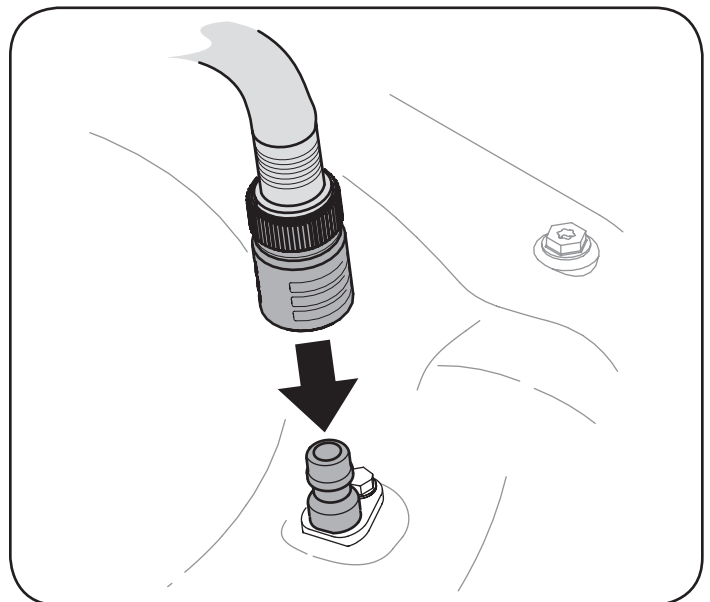

Figura 14
3. Conecte la manguera de jardín con la boquilla de lavado de la plataforma al puerto de agua sobre la superficie de la cubierta. Vea la Figura 14.